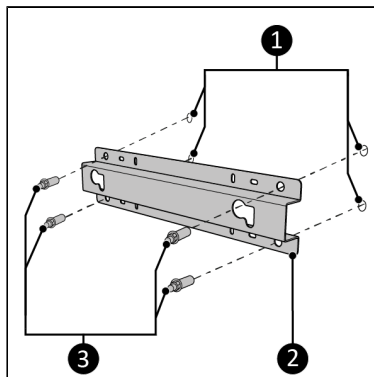

Figure 98.
1. Umístěte držák (Figure 98, poz. 2) na stěnu a označte místo pro 4 díry (Figure 98, poz. 1). Ujistěte se, že je držák umístěný svisle (viz štítek na držáku „Tato strana nahoru“).
4. Přitáhněte nástěnný držák ke stěně pomocí čtyř matic (Figure 98, poz. 3).